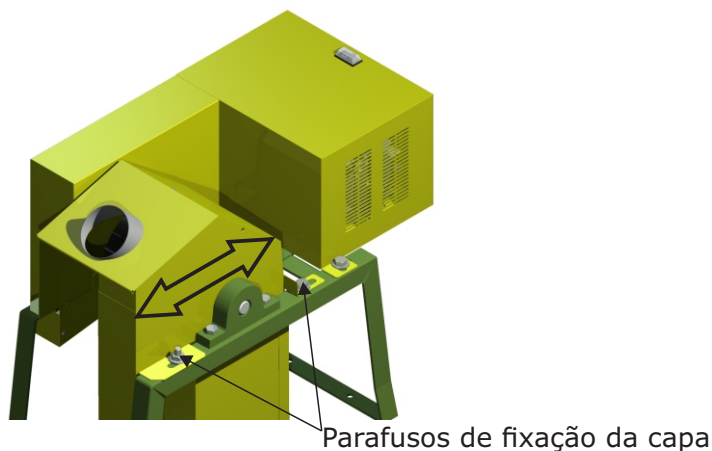

Figura 2
- Rale as mandiocas com atenção. Nunca coloque os dedos contra o rolo ralador (10) , pois há o risco de acidente.
- Utilize sempre o soquete (15) para empurrar a mandioca, nunca os dedos.
- Caso perceba pedaços grandes de mandioca em meio a massa ralada é possível fazer ajuste na capa de proteção do rolo ralador (11).
- Com uma chave fixa de 1/2" solte os quatro parafusos de fixação da capa de proteção do rolo ralador (figura 2). Em seguida aproxime a capa do rolo ralador e aperte os parafusos novamente.